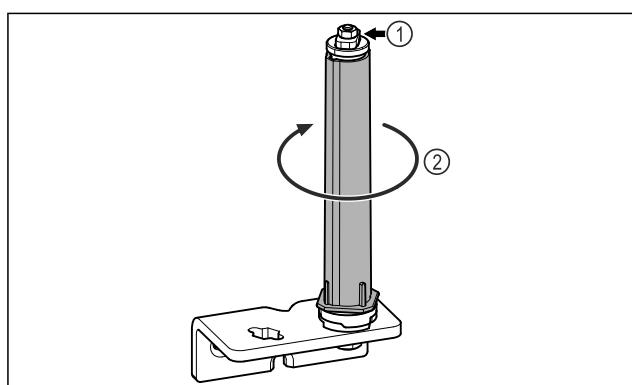

Fig. 23
- Не разглобявайте затварящата система на вратата Fig. 23 (1).
- Въртете затварящата система Fig. 23 (2), докато тя щракне.